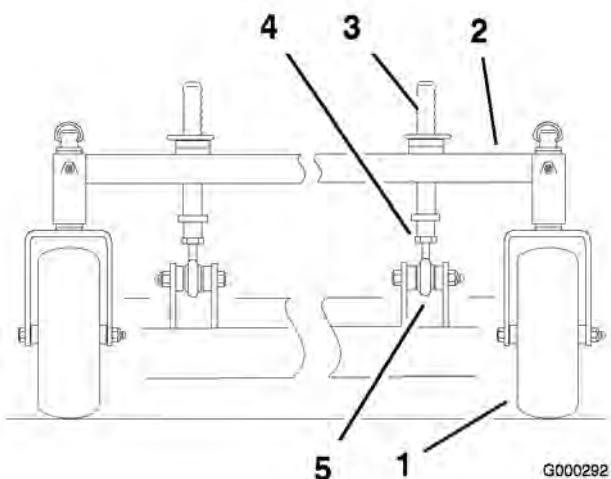

Figura 77
- Para cambiar la inclinación longitudinal, pueden ajustarse los pilares delanteros de altura de corte (Figura 77).
- Para elevar la parte delantera de la plataforma, afloje la contratuerca y haga girar el pilar delantero en el sentido de las agujas del reloj (Figura 77).
- Para bajar la parte delantera de la plataforma, afloje la contratuerca y haga girar el pilar delantero en el sentido contrario de las agujas del reloj (Figura 77).
- Apriete las contratuercas (Figura 77).